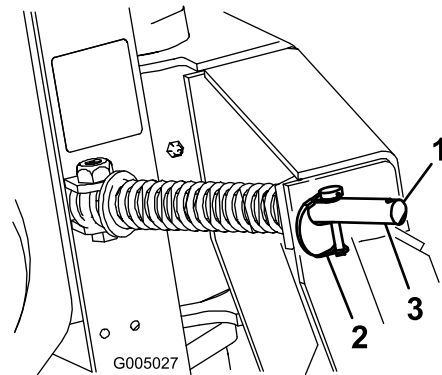

Bild 6
1. Stecken Sie die Klappstecker in die äußeren Löcher an den Federstangen, damit der Pflug sich seitlich bewegen kann (Bild 6).
1. Stecken Sie die Klappstecker in die Innenlöcher an den Federstangen, um eine seitliche Bewegung zu verhindern (Bild 6).